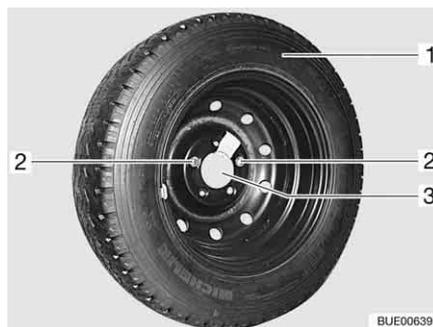

Fig. 257 Suporte da roda sobresselente na garagem
- Desenrosque ambos os parafusos de fixação (Fig. 257,2) com a ferramenta de bordo e retire-os.
- Retire a roda sobresselente (Fig. 257,1) do suporte (Fig. 257,3).